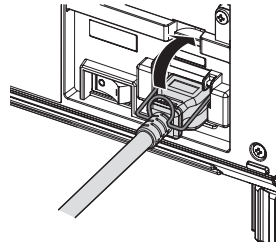

Abb. 1
- 1) **Bestätigen Sie, dass die Netzkabelhalterung so angehoben ist, dass das Netzkabel eingeführt werden kann. (Abb. 1)**
- 2) Heben Sie die Netzkabelhalterung an, mit der das Netzkabel fixiert ist. (Abb. 1)